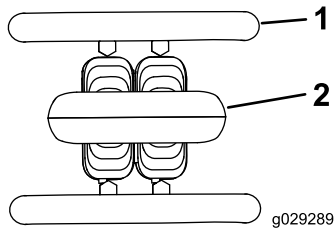

Figura 6
- Para detener la máquina, suelte el control de tracción (Figura 6).